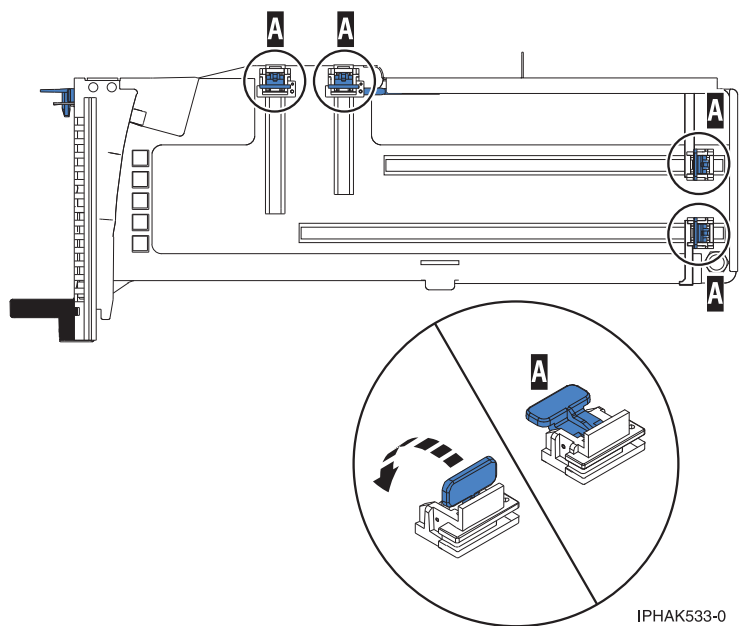

図 55. アダプター保持具
- b. アダプターを取り付けられるように、必ずすべてのアダプター保持具 (A) をカセットの端に押し出しておいてください。 71 ページの図 55を参照してください。